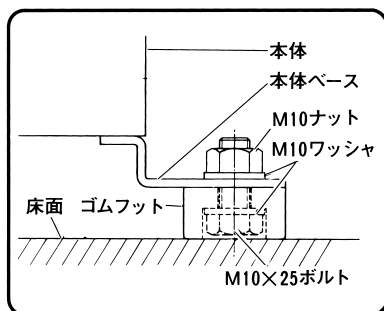

図 5
(2) アンカーボルトで本体をすえ付けない場合は、M10×25ボルトでゴムフットを本体ベースに固定してください。（図5）